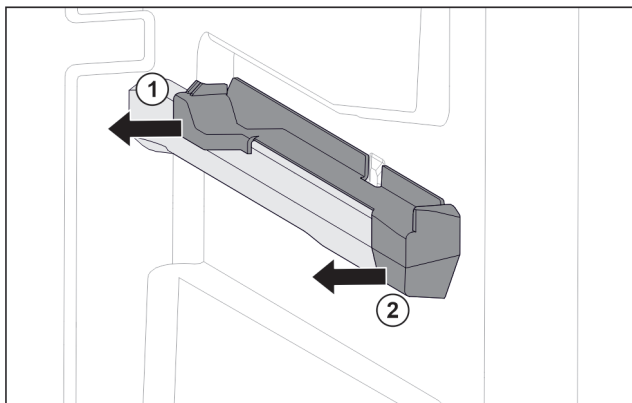

Fig. 17 Вставная часть на правом контейнерном ребре
- ▶ Отодвиньте вставную часть сзади в сторону. Fig. 17 (1)
- ▶ Отодвиньте вставную часть спереди в сторону. Fig. 17 (2)